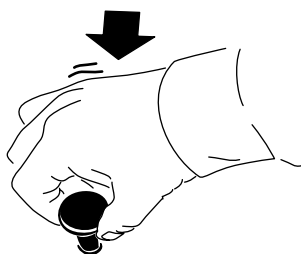

Figure 13
- Poussez sur la commande (Figure 13) pour désengager la PDF ou désactiver l'outil.